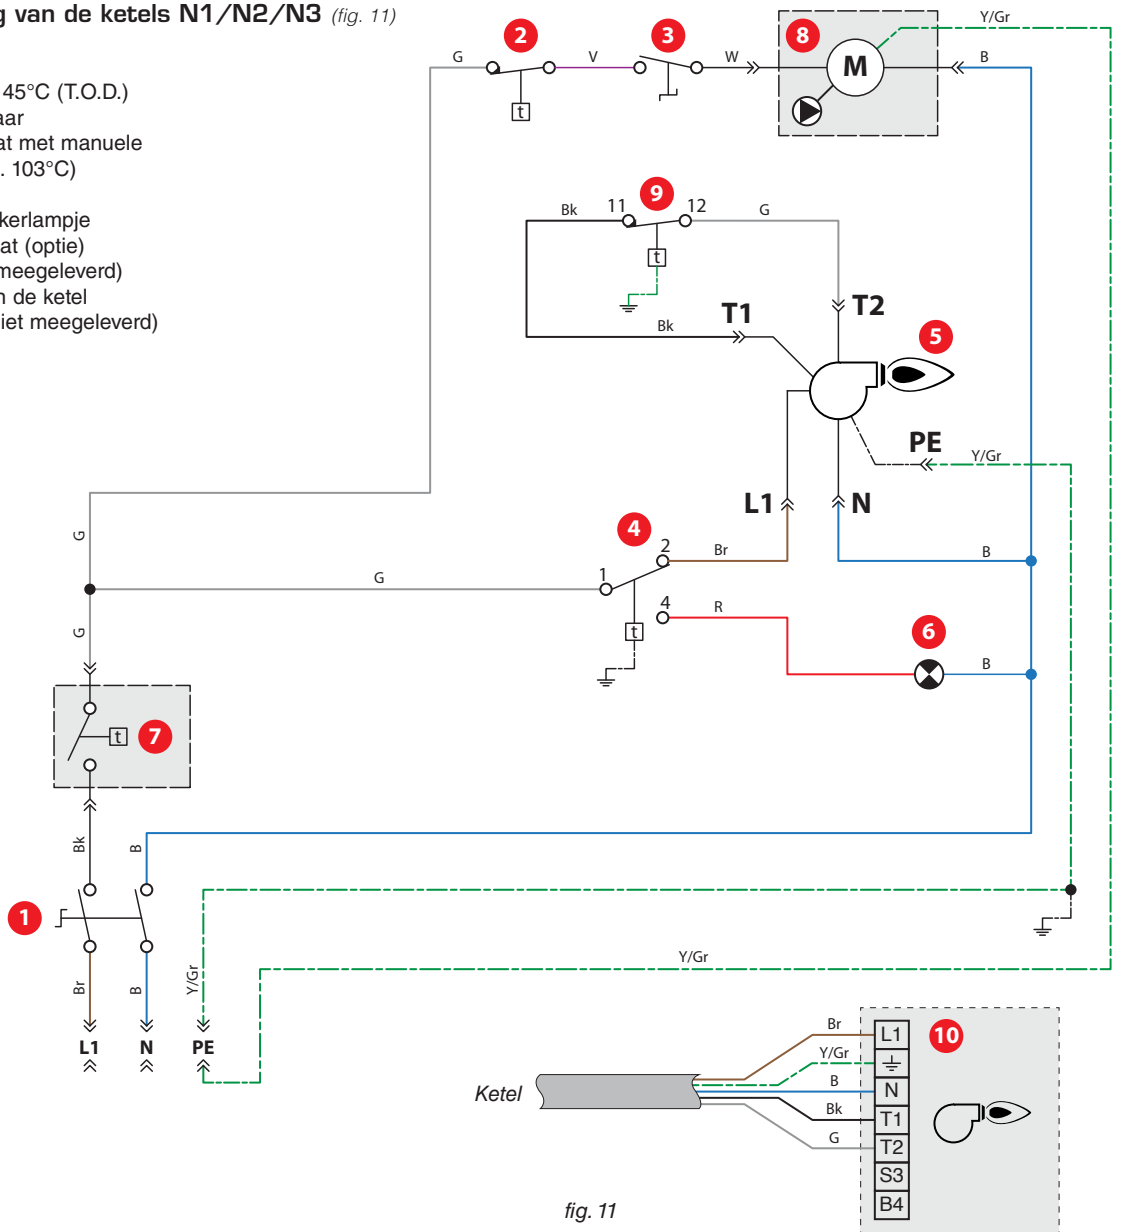

fig. 11
**Elektrische bedrading van de ketels N1/N2/N3 (fig. 11)**